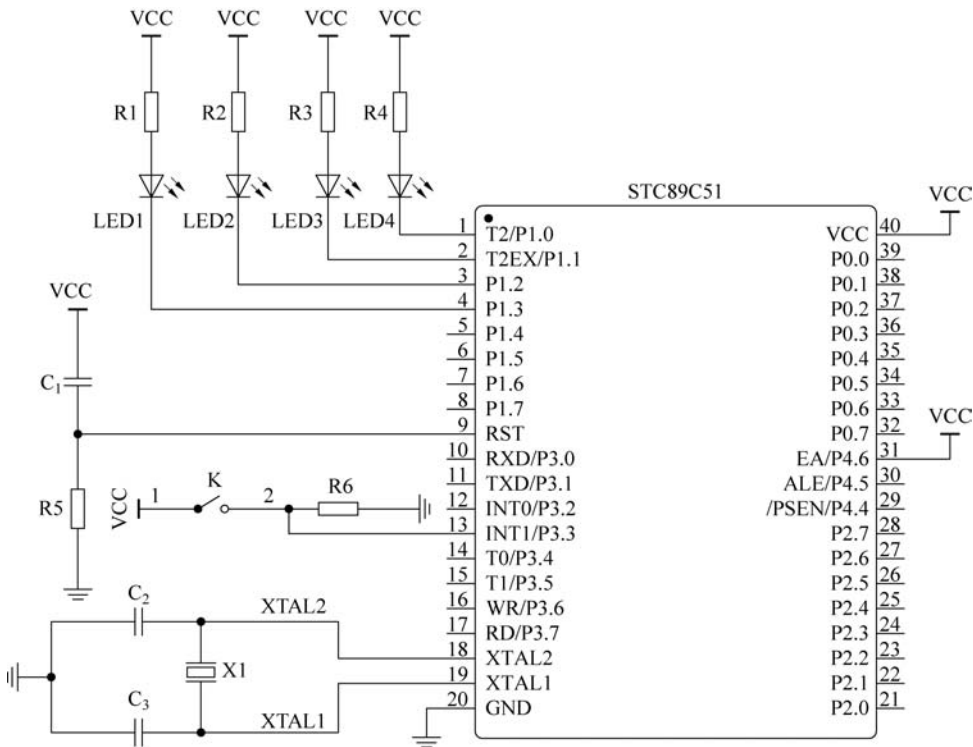

图 5-5 按键控制 LED 电路
- 5-5 用外部中断 1 的中断方式控制 P1 口 1 盏发光管的亮暗，要求每按一次开关 K，灯由亮变暗或由暗变亮，见图 5-5，请编程实现。